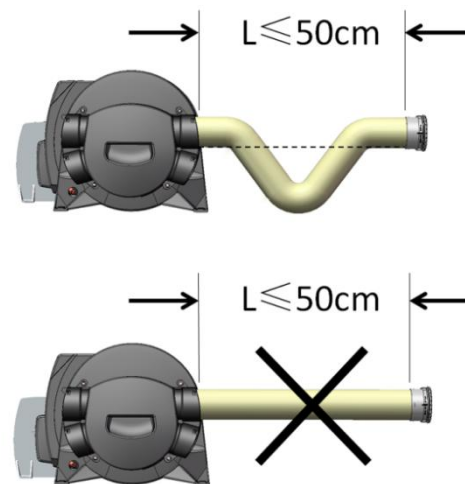

图 12
3. 当暖风管长度小于 50 厘米时，暖风管必须折成“U”形弯状不能伸直。如图 12 所示。